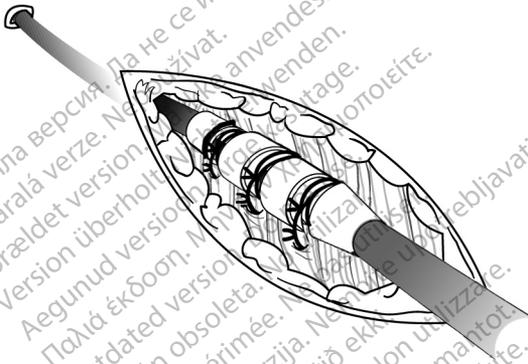

Abbildung 8. Beispiel einer Nahtmanschette, perkutane Implantationstechnik
1. Ziehen Sie die Einführschleuse ab, und schieben Sie die distale Nahtmanschette tief in das Gewebe hinein (Abbildung 8 Beispiel einer Nahtmanschette, perkutane Implantationstechnik auf Seite 23).